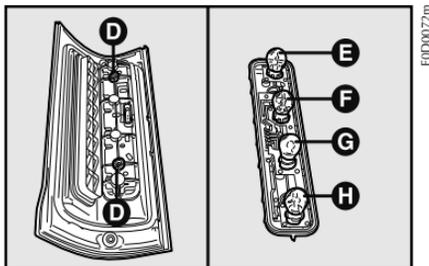

fig. 19
- 3) afloje los 2 tornillos **D-fig. 19** y saque el grupo lámparas: